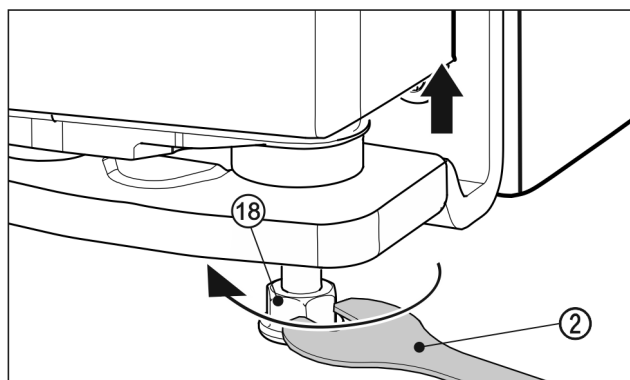

Fig. 26
- K nadvzdvihnutí dvířek vyšroubujte seřizovací nožku Fig. 26 (18) přiloženým rozvidleným klíčem Fig. 26 (2) směrem doprava, až se dotkne země. Poté otáčejte dál, až budou dvířka ve správné výšce. V dodaném stavu je ložiskový čep zcela zašroubovaný.